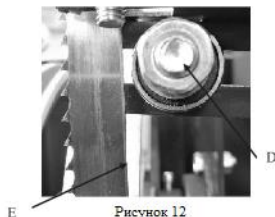

Рисунок 12
3. Отрегулируйте положение подшипника как можно ближе к заднему краю лезвия (рис. 12Е).